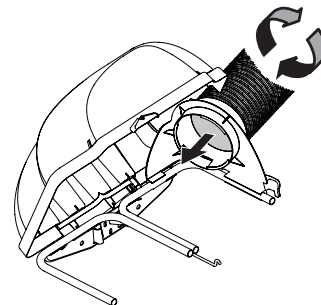

Figura 23
- Enrosque el extremo superior de la manguera (764-05082) firmemente en el soporte del canal superior. Hay tres toques en la parte interior baja del soporte del canal superior que permiten un enrosque seguro. Consulte la Figura 23.